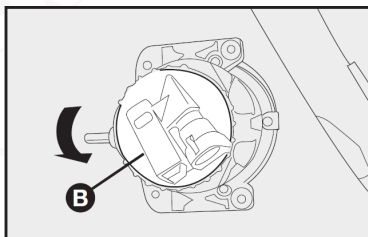

fig. 29
2) Gire la tapa B-fig. 29 a la izquierda (sentido contrario a las manecillas del reloj);